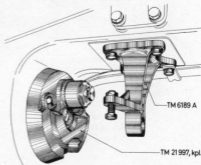

Abb. 2
2. Bevor die **Sicherheitskurbelscheibe** TM 21997 auf den Gewindezapfen der Mähantriebswelle aufgedreht wird, ist der Schutzdeckel TM 6757 aufzustecken. Dann wird die Sicherheitskurbelscheibe aufgedreht (Abb. 2).
4. Die **vordere Lagerplatte** TM 6189A wird an der dafür vorgesehenen Anbaufläche des Schleppers durch 4 Sechskantschrauben M 12×35 so befestigt, daß die Anschlagschraube M 12×45 nach rechts zeigt (Schlepper in Fahrtrichtung) (Abb. 2).